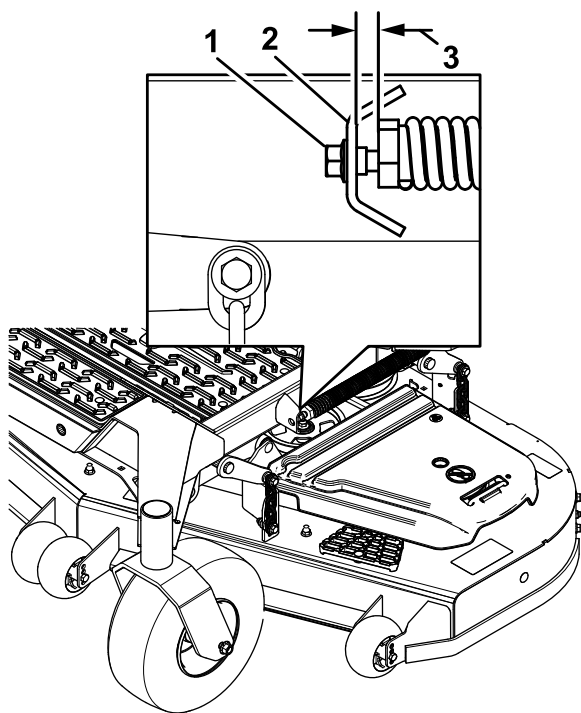

Figura 81
10. Slăbiți încet urubul de reglare al arcului de asistare pentru ridicare, până când puteți îndepărta urubul (Figura 81).